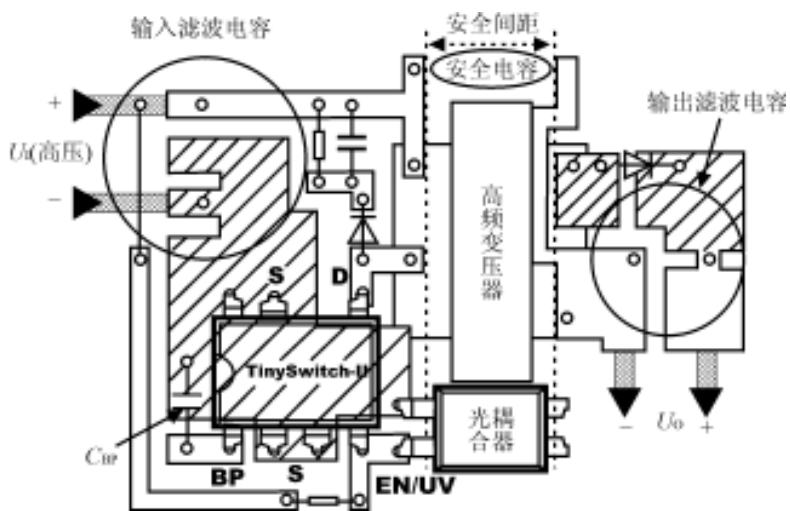

图 3: TinySwitch II 的印制板元件布置图
TinySwitch II 芯片的印制板元器件布置图, 如图 3 所示, 这里未使用欠压保护电阻。设计印制板时必须注意以下事项:
(1) TinySwitch II 下面的敷铜板不仅作为源极接地点, 还起到散热作用。图 3 中阴影区域面积应足够大, 才能保证 TinySwitch II 和次级整流管散热良好, 使芯片的结温低于 $100^{\circ}C$ 。
(2) 旁路端电容 CBP 和输入滤波电容 C1 必须采用单点接地法, 接至源极端。连接 C1、高频变压器和 TinySwitch II 的初级回路应尽量短捷。
(3) 初级钳位电路用于限制关断时漏极上的峰值电压。可用 R、C、VD 型钳位电路来实现, 亦可用 200V 稳压管或者瞬态电压抑制器 (TVS) 对漏极电压进行钳位。在任何情况下, 都要使钳位元器件到高频变压器和 TinySwitch II 的距离为最短。
(4) 若使用欠压检测电阻, 应使电阻尽可能靠近 EN / UV 端, 以减少感应噪声。还需要考虑欠压检测电阻 R2 和 R3 的耐压值。选择 (1/4) W 的电阻时, 一般可承受 200V 电压 (指连续加压, 下同); 对 (1/2) W 的电阻, 耐压值则为 400V。
(5) 安全电容 (Y 电容) 应直接安装在初级滤波电容的正极与次级的公共地 (返回端) 之间, 最大限度地抑制电磁干扰和共模浪涌电压。
(6) 光耦合器到 TinySwitch II 的 EN / UV 端和源极的距离应最短, 以减小噪声耦合。EN / UV 脚到光耦合器的距离应小于 12.7mm, 到漏极的距离则应大于 5.1mm。
(7) 为提高稳压性能, 连到次级绕组、次级整流管、次级滤波电容的的环路要尽量短。次级整流管的焊盘面积须足够大, 以确保在输出短路的情况下能将整流二极管的热量及时散发掉。
(8) 连到输入、输出滤波电容的印制导线采用了末端收缩的布线方式, 这有两个好处: ——能使所有的高频电流通过滤波电容被滤掉 (若印制导线过宽, 印制导线之间的分布电容就会影响对高频干扰的滤波效果);